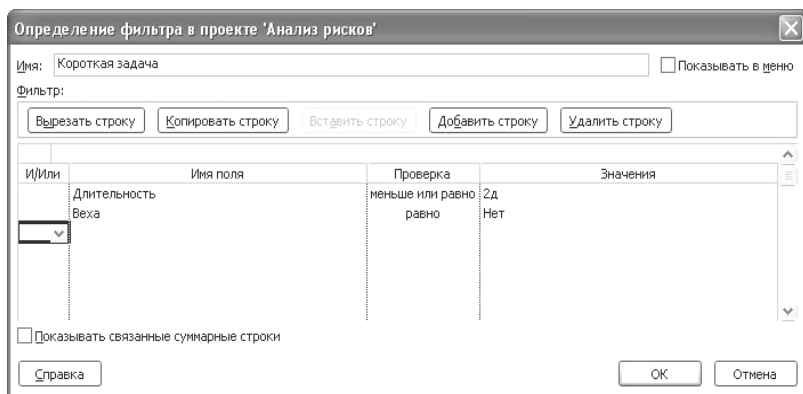

Рис. 6.9. Фильтр для поиска коротких задач
9. **Анализ рисков задач со слишком короткой длительностью.** Будем считать рискованными задачи длительностью пять и менее дней. Определим фильтр *Короткая задача*: **Проект / Фильтр / Другие фильтры / Создать**. Заполнить поля в соответствии с рис. 6.9. Закрыть окно *Другие фильтры*.